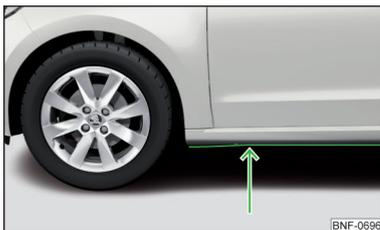

Fig. 127
- Determine la profundidad del agua antes de un vadeo. El nivel del agua debe llegar como máximo al borde inferior del larguero inferior » fig. 127.